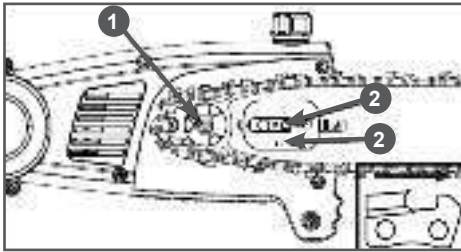

Рис. 4. Установка цепи
- Наденьте пильную цепь на звездочку 1 (Рис. 4), одновременно надев шину на шпильку 2 шины, совместив паз шины и шпильку, а также палец натяжения цепи 3 с отверстием для пальца в основании шины.